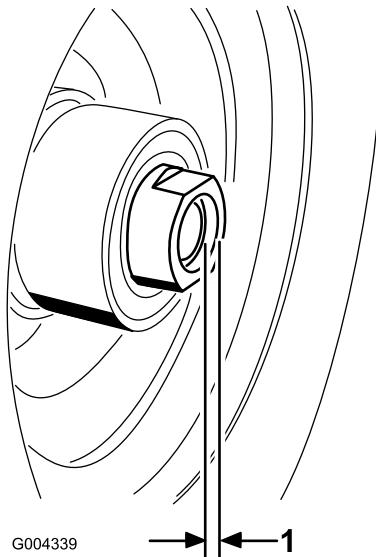

Figura 26
11. Si se retiraron ambas tuercas espaciadoras del eje, aplique adhesivo sellador de roscas a la tuerca espaciadora. Instale las tuercas espaciadoras en el eje dejando que sobresalgan 3 mm del eje (Figura 26).
16. Apriete la tuerca espaciadora a 8-9 Nm (75-80 pulgadas-libra), luego aflojela y apriétela de nuevo a 2-3 Nm (20-25 pulgadas-libra). Asegúrese de que el eje no sobresale de ninguna de las tuercas (Figura 26).